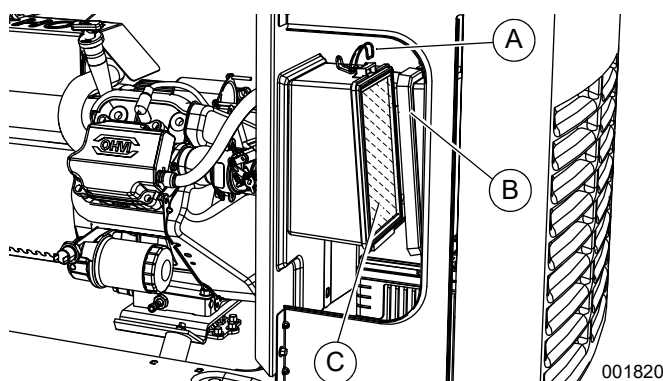
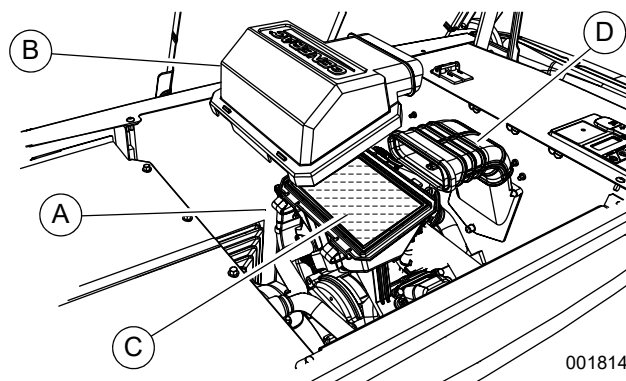

Figura 4-4. Mantenimiento del filtro de aire (10 kW)
Figura 4-5. Mantenimiento del filtro de aire (14 a 24 kW)
3. Consulte la Figura 4-4 o Figura 4-5. Retire los sujetadores de la cubierta (A) y la cubierta del filtro de aire (B).